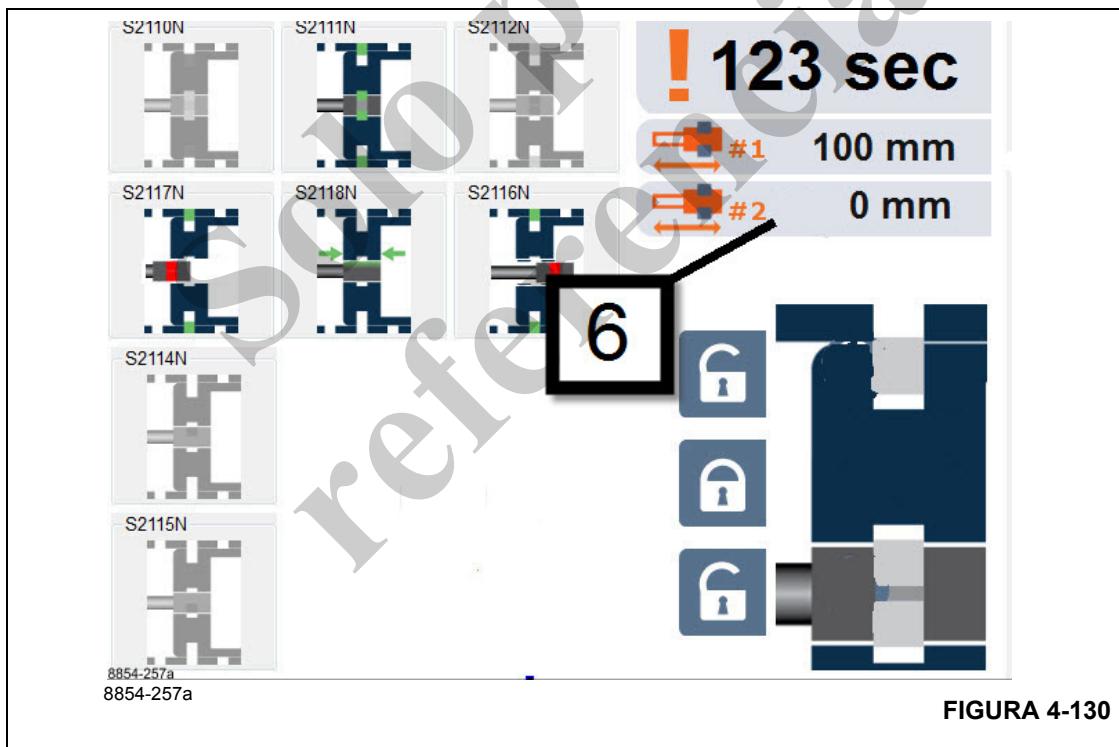

FIGURA 4-130
- Si el sensor de longitud de precisión para el cilindro telescópico no muestra un valor razonable, la segunda detección de longitud puede tomarse como referencia (6, Figura 4-130). Esto corresponde normalmente a un potenciómetro de largo del carrete de cable de alimentación en la pluma (es separado del sensor de largo de precisión).